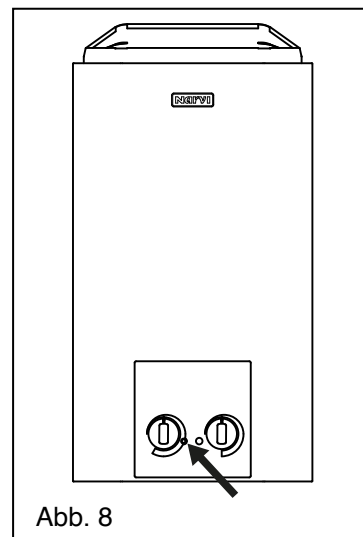

Abb. 8
- Wenn die Temperatur auf einen gefährlichen Wert ansteigt, unterbricht der Temperaturbegrenzer den Strom zu den Heizstäben. Der Stromkreis kann wieder geschlossen werden, indem man durch das Loch von 3 mm Durchmesser am Ende des Anschlusskastens mit einem stumpfen Gegenstand den Temperaturbegrenzer zurücksetzt (Abb. 8).